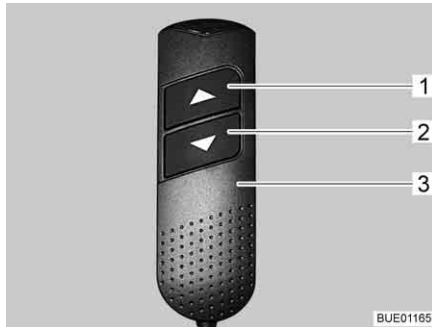

Fig. 103 Elemento de mando manual
- En el elemento de mando manual (Fig. 103,3), pulsar la tecla "▼" (Fig. 103,2) y mantenerla pulsada. La sección de los pies se introducirá. Las cabeceras del somier se levantarán.
- En el elemento de mando manual (Fig. 103,3), pulsar la tecla "▲" (Fig. 103,1) y mantenerla pulsada. La sección de los pies se extenderá. Las cabeceras del somier se bajarán.
- En el elemento de mando manual (Fig. 103,3), pulsar las teclas "▼" (Fig. 103,2) o bien "▲" (Fig. 103,1) hasta que se haya alcanzado la posición deseada.